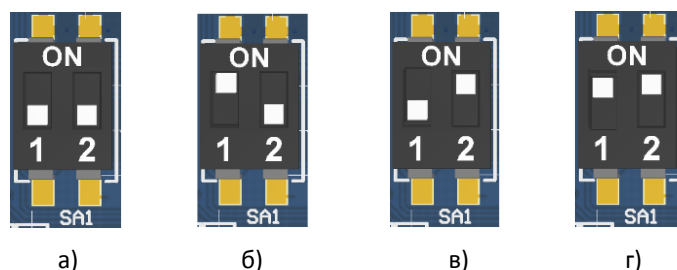

Рисунок 23. Переключатель **SA1**:
- Переставить тумблер 2 переключателя **SA1** в положение **ON** (смотрите рисунок 23 пункт в), включить ККТ. При этом будет воспроизведен характерный звуковой сигнал (короткая мелодия).